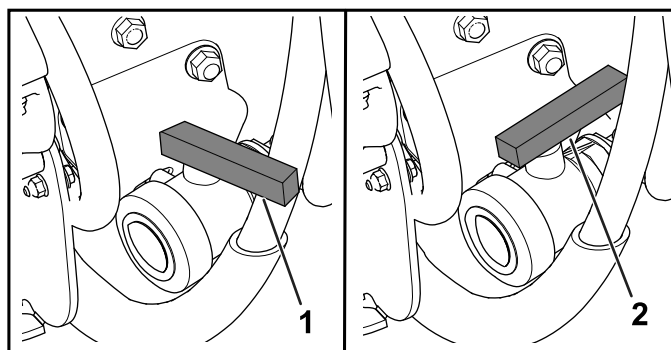

Figure 94
3. Ouvrez le robinet pour vidanger tout le produit inutilisé qui reste dans la cuve (Figure 94).
4. Fermez le robinet de vidange (Figure 94).